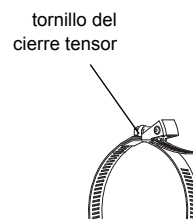

Fig. 9.14: Cierre tensor rápido con abrazadera de tensión
- Colocar la abrazadera de tensión alrededor del tubo y hacerla pasar a través del cierre tensor (véase Fig. 9.14).